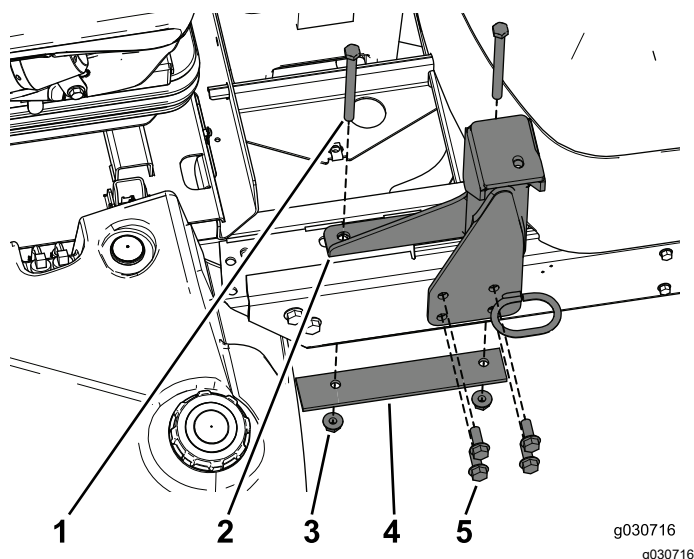

Bild 20
1. Befestigen Sie die linke hintere Befestigung mit den neuen Befestigungen am Rahmen (Bild 20).